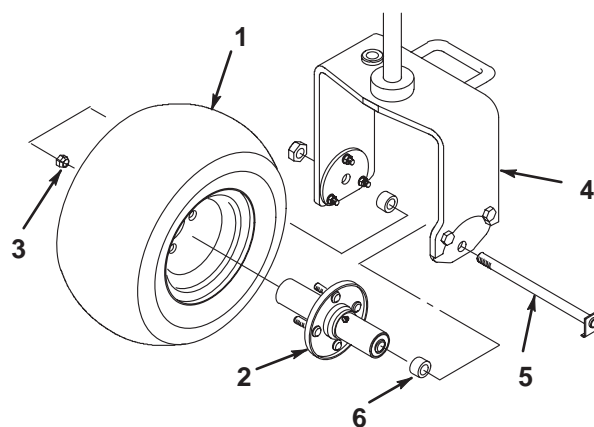

図 2
2. キャスタ・フォークからホイール・ボルトとロックナットを抜き取る (図 2)。
5. ボルトの頭の曲がった部分をアダプタ・プレートの下の縁に掛け (図 2)、ロックナットで固定する。車輪が自由に回転できるよう、ロックナットを締めすぎないように注意する。